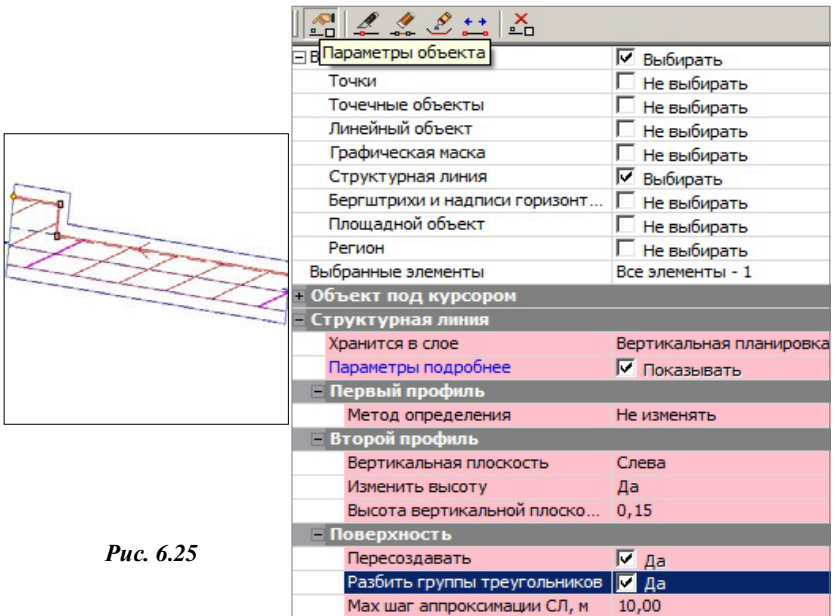

Рис. 6.25
- Назначьте создание второго профиля слева с вертикальным смещением 0,15 м и одновременным пересозданием поверхности (рис. 6.25).
- Одновременно с редактированием СЛ выполняется пересоздание поверхности по настройкам в группе параметров **Поверхность** (рис. 6.25).